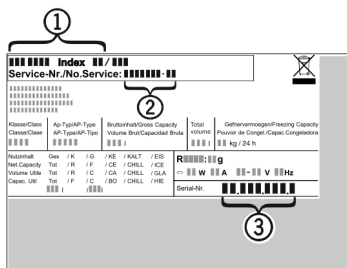

Fig. 7
- ▶ Z typového štítku odčítajte označenie zariadenia Fig. 7 (1), servisné č. Fig. 7 (2) a sériové č. Fig. 7 (3). Typový štítek je na ľavej vnútornej strane zariadenia.
- ▶ Upovedomte zákaznícky servis a oznámte chybu, označenie zariadenia Fig. 7 (1), servisné č. Fig. 7 (2) a sériové č. Fig. 7 (3).